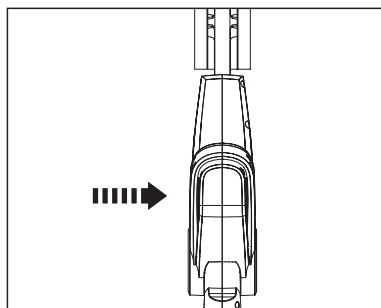

Fig. 9
1. Appuyez sur le bouton de déverrouillage [3] de la tête de coupe (fig. 9) tout en ajustant celle-ci.